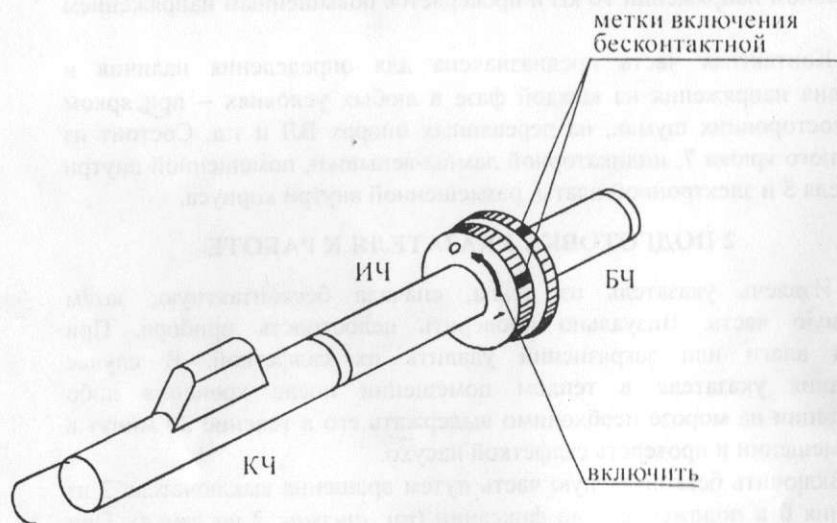

Рисунок 2
2.2 Включить бесконтактную часть путем вращения выключателя 2 из положения 0 в положение 1 до фиксации (см. рисунок 2 на стр.4). При этом должны совпасть два цветных сектора на ограничительном кольце.